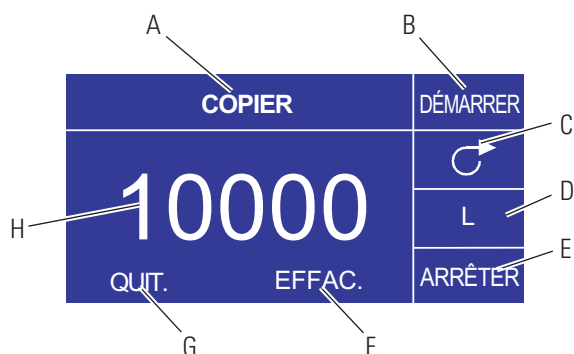

Figure 3-8. Ecran Répéter paramètre
- D. **Ecran Répéter volume :** Voir *Ecran Répéter paramètre*, Figure 3-8.